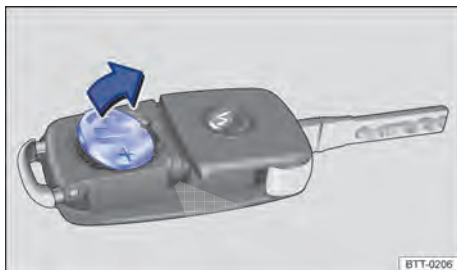

Fig. 24 Chave do veículo com comando remoto: remover a bateria.
- Remover a bateria do alojamento da bateria com uma ferramenta adequada ⇒ Fig. 24.
- Posicionar a nova bateria conforme indicado ⇒ Fig. 24 e pressionar no sentido contrário ao da seta para dentro de alojamento da bateria ⇒ .